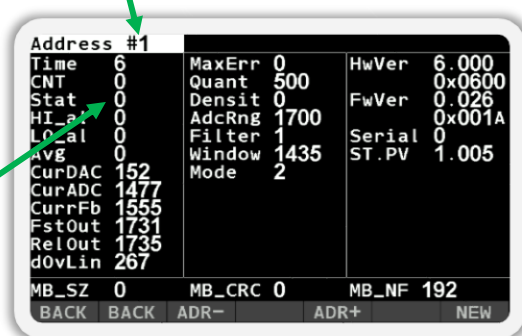

Рисунок 63
8. Нужно убедиться в нормальной работе датчика, выбрав пункт меню «Регистры» и нажав кнопку  «Меню». В появившемся окне кнопками  «Плюс» и  «Минус» выбрать текущий программный адрес датчика и проверить, что значение в поле «Stat» равняется только «0» или «1» (см. Рисунок 63).